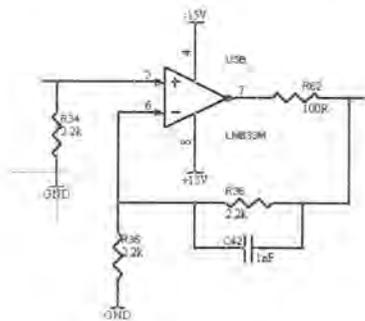

图 4-36 放置摘录
- [6] 在目标原理图文件中打开【Snippets】面板，选中摘录“Effect1”，单击 按钮，此时在编辑窗口内出现了摘录电路，作为一个整体随光标的移动而移动，如图 4-36 所示。